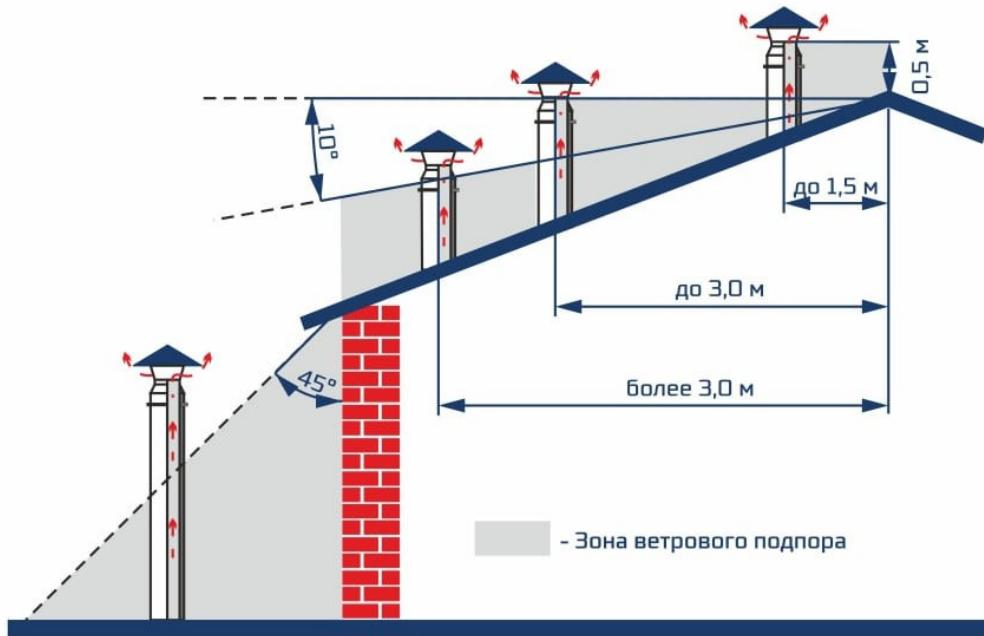

Рисунок 5. Вылет дымовой трубы в зависимости от конструкции кровли
5.4.10 Для получения нормального режима горения топлива и создания тяги необходимо иметь прямую дымовую трубу. В случае необходимости допускается прокладывать горизонтальные газоходы (борова) длиной не более 1,5 м. Высоту дымовой трубы над крышей (в зависимости от расстояния ее до конька крыши) рекомендуется выполнить как показано на рис. 5.